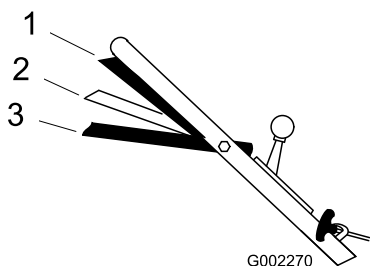

Figure 15
3. Serrez la barre de commande contre le guidon en position Marche/déplacement (Figure 15).